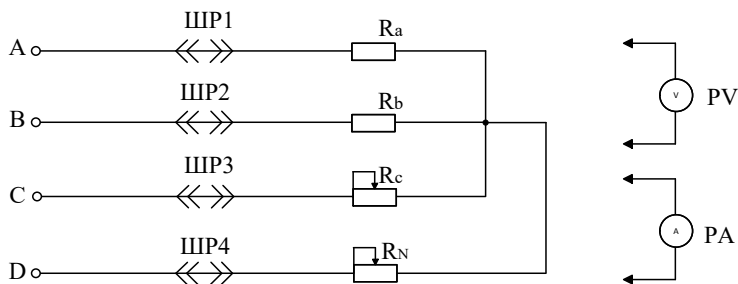

Рис. 6.1
2.1. Собрать цепь по схеме, приведенной на рис. 6.1.